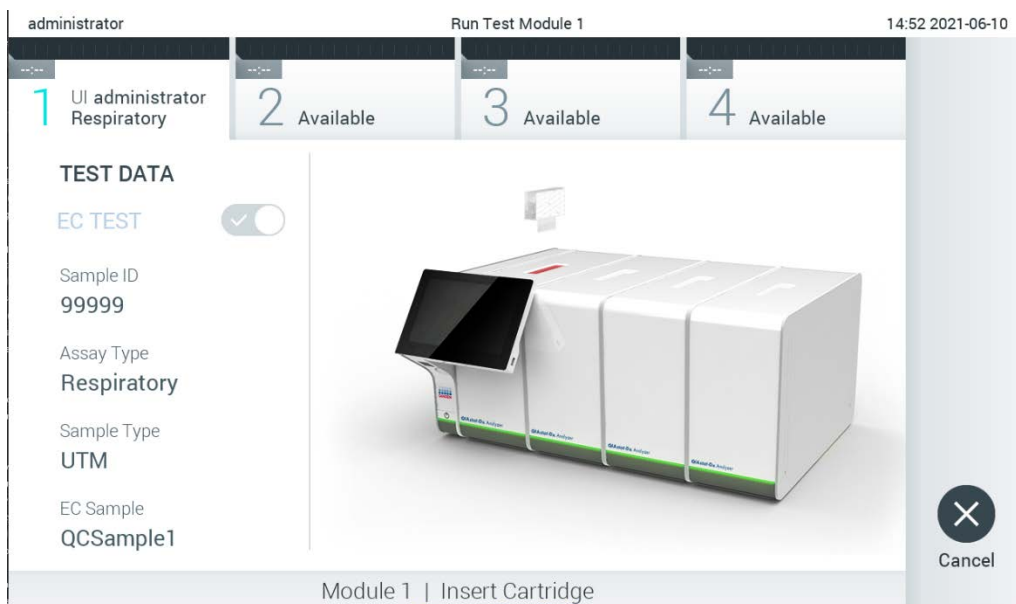

Figura 93. Inserção do cartucho de ensaio QIAstat-Dx no QIAstat-Dx Analyzer 1.0.
9. Certifique-se de que ambas as tampas de amostra da porta para esfregaço e da porta principal do cartucho de ensaio QIAstat-Dx estão firmemente fechadas. Quando a porta de entrada de cartuchos na parte superior do QIAstat-Dx Analyzer 1.0 abrir automaticamente, introduza o cartucho de ensaio QIAstat-Dx com o código de barras voltado para a esquerda e as câmaras de reação voltadas para baixo (Figura 93).